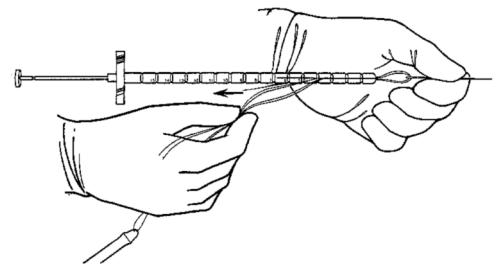

Figura 4-10. Caricamento dell'ago Keith
4. Caricare l'estremità smussa dell'ago Keith nell'introduttore di Furlow (**Figura 4-10**) e posizionare la sutura nella scanalatura dell'introduttore, o "cilindro".